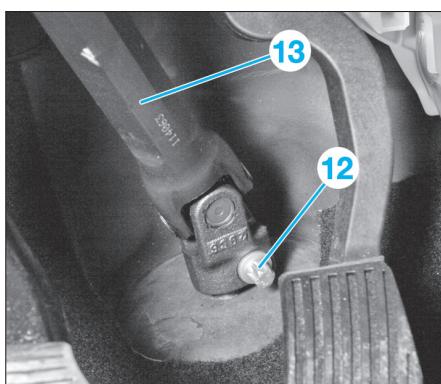
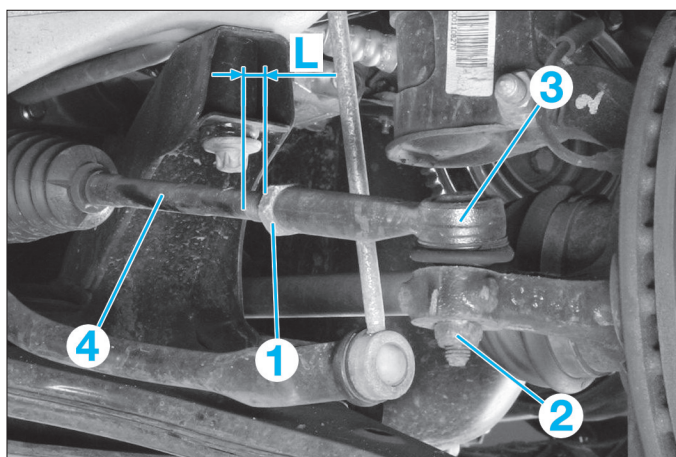

FIG. 11
FIG. 13
- Dévisser la vis de fixation (12) de l'arbre intermédiaire (13) de la colonne de direction sur le pignon du boîtier de direction (Fig.11).
- le renfort (1) de train avant sous le berceau (Fig.13).
- le tirant anti-basculement (2).
- la vis de fixation (11) de l'arbre intermédiaire (12) de colonne de direction sur le pignon du boîtier de direction (Fig.11).
- Dévisser le tuyau d'échappement (3) du catalyseur (4) et de la boîte de vitesses (5) (Fig.13).
- Dévisser les vis de fixation (6) du boîtier de direction du berceau.